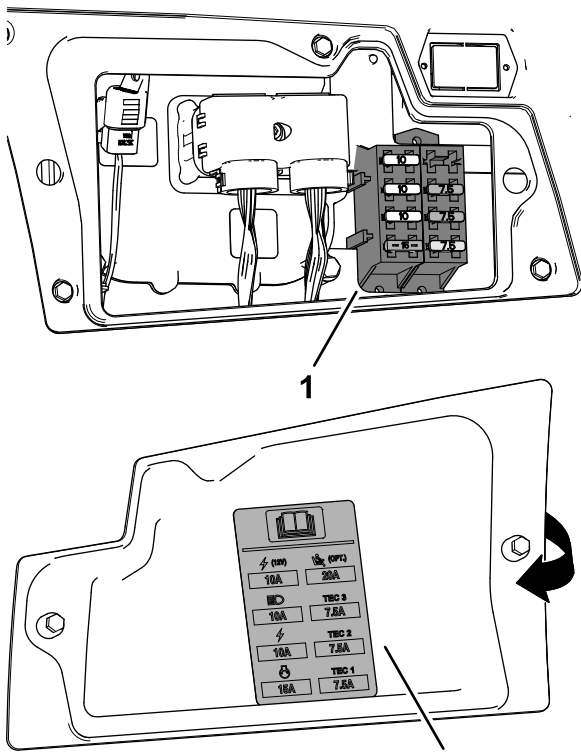

Bild 130
3. Ersetzen Sie die defekte Sicherung (Bild 130) durch denselben Sicherungstyp und denselben Amperewert.